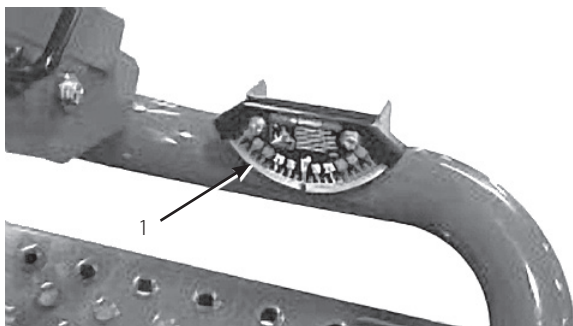

図 7
2. 機体のクロスビーム（燃料タンク脇）に携帯斜面計（付属品）を置いて、機体が水平になっていることを確認する（図7）。このとき、運転席に座った状態で、機体に装着されている傾斜計の読みが 0° であれば問題ない。